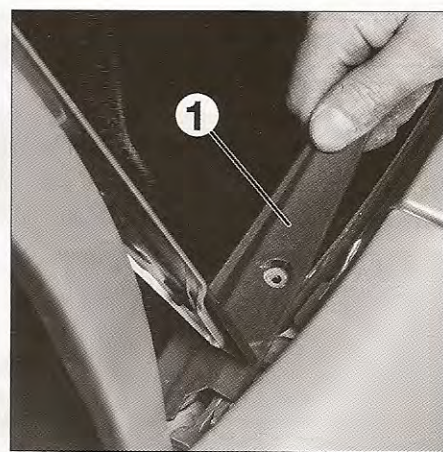

FIG. 13
- las tapas laterales (1) de la rejilla de salpicadero (fig. 13).